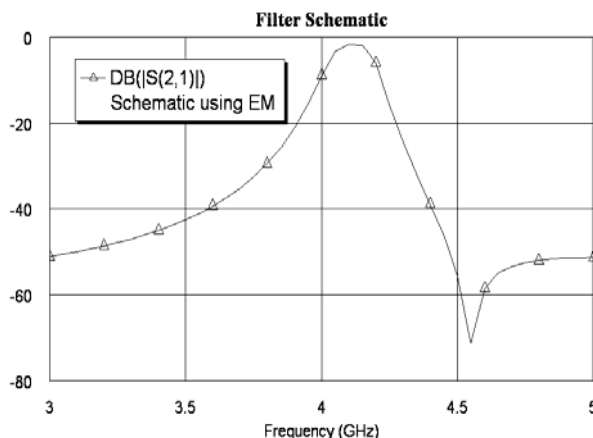

Рис. 5.41
10. Щёлкните мышкой по значку **Analyze** на панели инструментов. Рассчитанный график показан на рис. 5.41. Он такой же, как и график электромагнитной структуры.